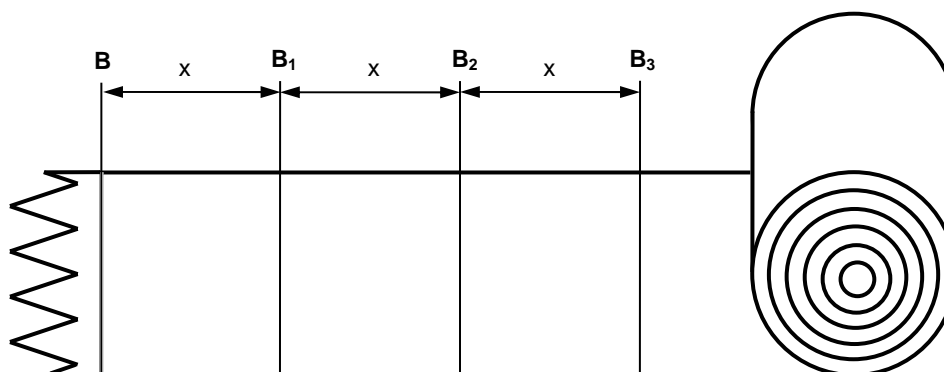

Abbildung 2: Fortfahren und Stanzen in Serie
- Vom letzten Stanzvorgang ist die Markierung B zu sehen. Diese Markierung dient als Anhaltspunkt für den folgenden Mess- und Stanzvorgang gemäss Abschnitt 4.2 (siehe Abbildung 2).
- Wenn Serien von Bändern/Riemen gestanzt werden sollen, können die Längen vor dem Stanzvorgang gemäss Abbildung 2 markiert werden.